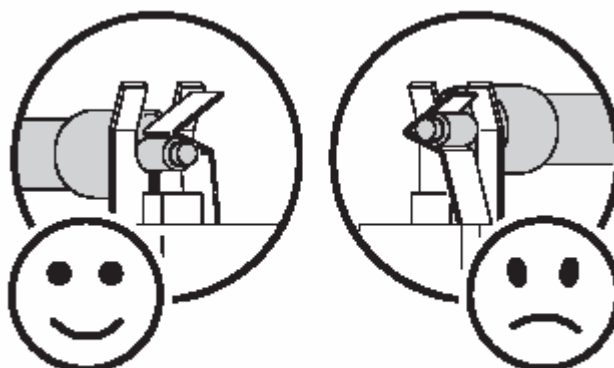

Figure 4: Lamp terminals
6. Убедитесь, что контакты лампы расположены под V-сегментом держателей лампы, а не внутри них. (см. рисунок 4)